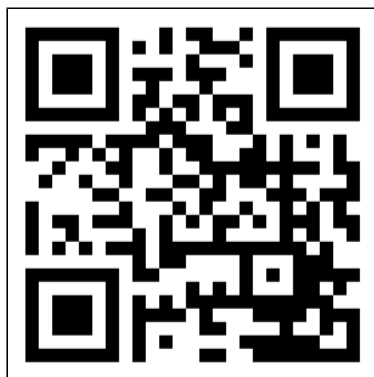

Abbildung 31.
1. Öffnen Sie das Eurom Smart App-Handbuch mit dem QR-Code (Abbildung 31) oder gehen Sie zu [www.eurom.nl/nl/manuals](http://www.eurom.nl/nl/manuals).